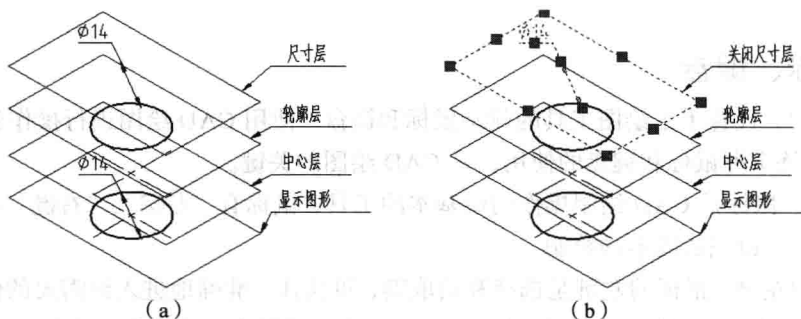

图 1-4 图层原理示意图
(1) 图层。我们可以将图层想象成透明的薄片,把图形的各个元素画在不同的薄片上,再将薄片叠加在一起,获得的图形如图 1-4 (a) 所示;通过对图层进行控制即可实现对图形的控制,当关闭尺寸层后,获得的图形如图 1-4 (b) 所示。